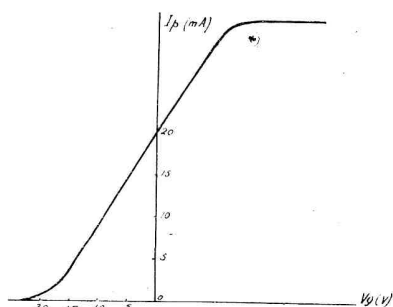

Fig. 1. — Courbe caractéristique d'une lampe BF
Nos lecteurs savent tous que le courant débité par une lampe dépend, pour une tension bien déterminée, de la polarisation grille de cette lampe, et qu'il est possible de représenter ces variations par une courbe du genre de celle de la figure 1. Notre ami Lucien Chrétien vous a exposé très clairement comment peut être dressé ce graphique; il serait donc véritablement superflu d'insister davantage sur ce point (1). Il suffit sim-
(1) Il conviendra de se reporter aux chapitres sur la lampe triode de « *La T. S. F. sans mathématiques* ».